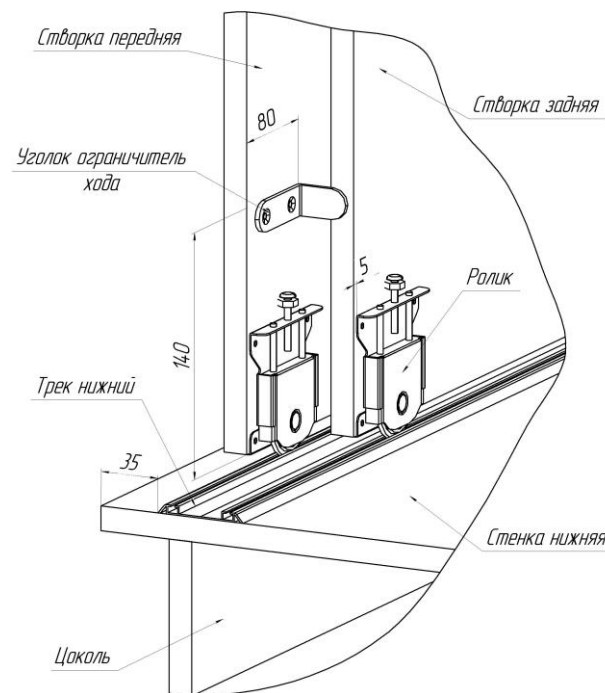
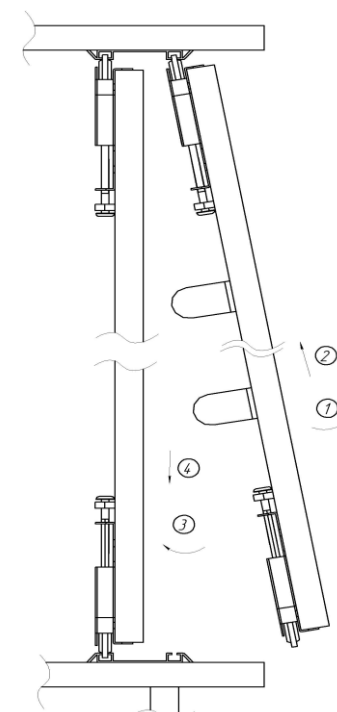

Рис. 1. Схема установки роликов и уголка ограничителя хода
Рис. 2. Схема установки створки
На обратную сторону створок (1) прикрутить ролики (31) (4 шт. на одну створку отступив 5 мм от края длинной стороны), используя саморезы (35) (см. рис. 1). На обратную сторону передней створки установить уголки – ограничители створок (39, возможна модификация) (сверху и снизу) со стороны, противоположной ручке, отступив 80 мм от края длинной стороны и 140 мм от края короткой стороны (согласно схеме установки уголка). К створкам (1) прикрутить ручки (34) саморезами (36) используя шайбы декоративные (41). Навесить створки (1) согласно схеме установки створки (см. рис. 2). Установить в шкаф штанги (19,20).